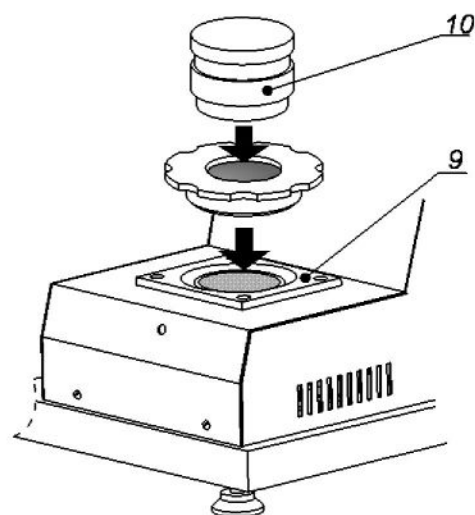
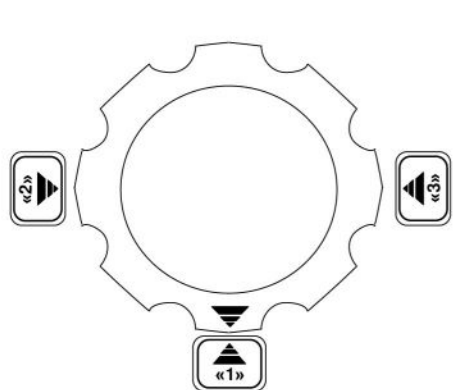
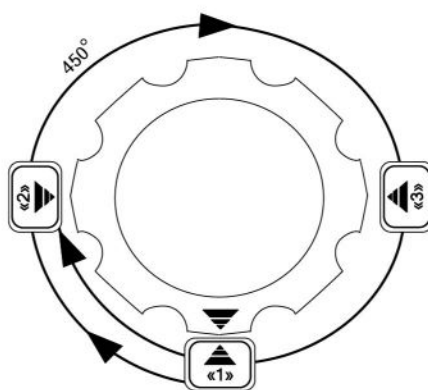

Рисунок 9
Рисунок 10
Рисунок 11
- 4.4.3.9 Аккуратно опустите (не ввинчивая при этом) вставку 8 с фильтрами 7, стеклом 6 и прокладкой 5 в термостат (см. рисунок 9, страница 9). Совместите указатель на вставке с указателем «1» на аппарате (см. рисунок 10, страница 9). Поверните вставку на 450° ($1\frac{1}{4}$ оборота) по часовой стрелке, совместив при этом указатель на вставке с указателем «2» на аппарате (см. рисунок 11, страница 9).
- 4.4.3.10 Сверху установите груз для испытаний 10 (см. рисунок 9, страница 9).